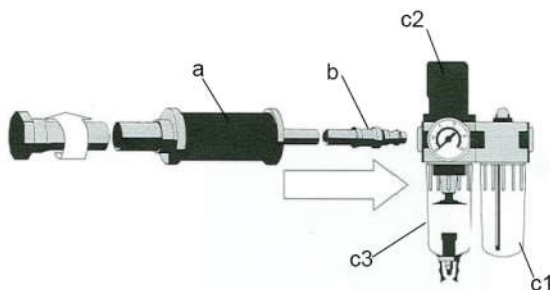

Abb. 1: Einstellung des Ölers
- Den Schaber in Verbindung mit Schlaucheinheit (a) und Einhandkupplung (b) an die Wartungseinheit (c1 – c3) anschließen (siehe Abb. 1).